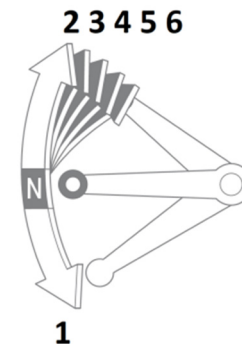

Рисунок 3.6
Мотоцикл имеет пять или шесть передач, в зависимости от модели двигателя (см. рис.3.6). Рычаг переключения передач 5 (фото 2.1) находится на левой стороне двигателя. Первая передача включается вниз, остальные вверх. Нейтральная передача находится между первой и второй передачами. Пожалуйста, проверьте этикетку на двигателе для определения правильного порядка переключения передач.
3. Нажмите на рычаг переключения передач вниз (рис. 3.6), в положение первой передачи.
5. Набрав скорость, ручкой акселератора 1 закройте дроссельную заслонку, выжмите рычаг сцепления 8 (фото 2.3) и переместите рычаг переключения передач вверх (рис. 3.6) в положение второй передачи.